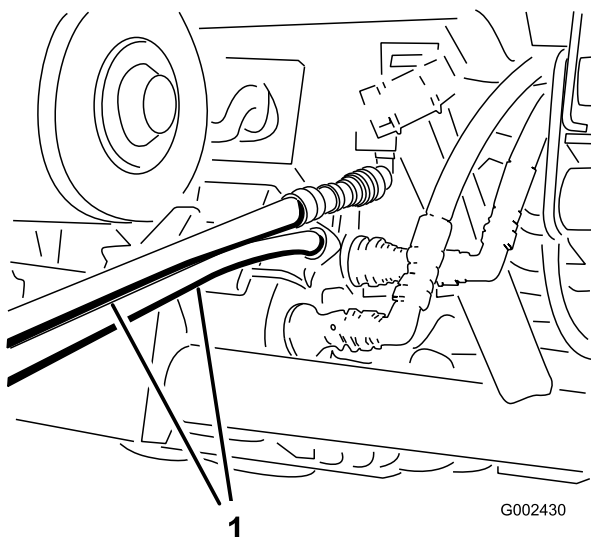

図 73
4. 救援側のワークマンのカップラ・ブラケットのにまだついているカップラに、救援用ホースを接続する（上のホースは上のカップラに、下のホースは下のカップラに接続する（図 73）。使用しないフィッティングにはキャップをかぶせておく。